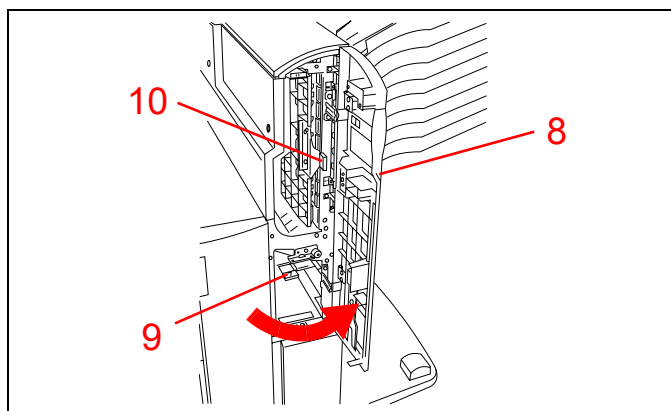

Figura 17
8. Si el atasco es detrás de la puerta delantera derecha, consulte la Figura 17. Abra la puerta derecha.